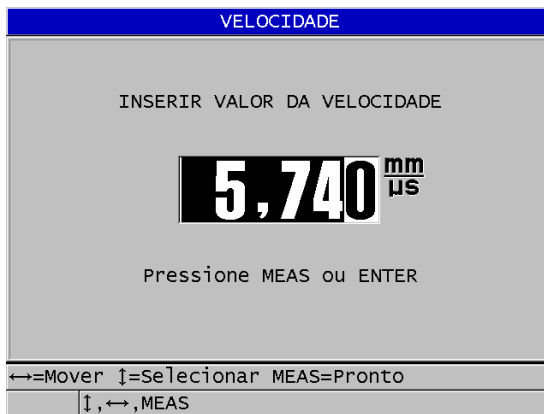

Figura 5-7 Inserir a velocidade conhecida de som de um material
2. Na tela **VELOCIDADE** (veja Figura 5-7 na página 80), utilize as teclas de seta para editar a velocidade para o valor conhecido.